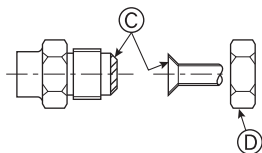

Fig. 4-8
(A) (Fig. 4-8)
(B) (Fig. 4-8)
### 4.2. Tubos de conexión (Fig. 4-8)